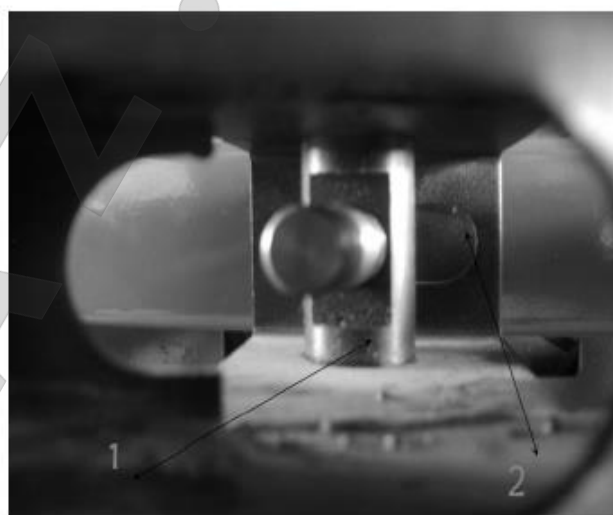

РИС.10
3.2.5 Вставьте втулку вала разбортовочного устройства в опорную пластину разбортовочного устройства на корпусе (рис. 9-1), чтобы совместить отверстие, и установите болт разбортовочного устройства (рис. 9-2) и соберите гайку, чтобы зафиксировать (рис. 8-4). Вставьте шток поршня (РИС.10-2) в отверстие скользящей втулки разбортовочного устройства (РИС.10-1). Поверхность скользящей втулки должна быть снаружи (рис. 10). Соберите снятую гайку (рис. 8-1) в передней части штока поршня. Гайка собрана. Расстояние от края разбортовочного ножа до резины составляет 30~40мм (РИС.11). Повесьте пружину (РИС.9-3).